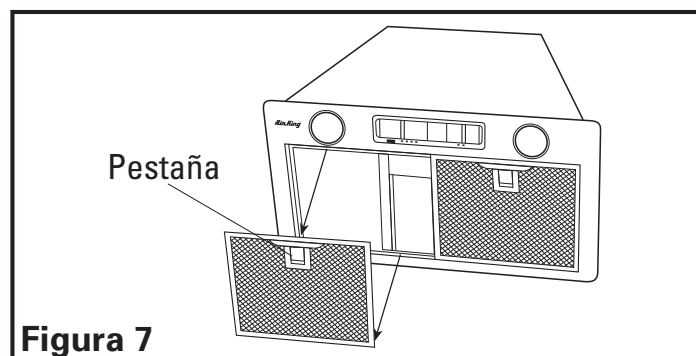

Figura 7
2. Para remover los filtros, hale la manilla de la pestaña hasta que el filtro salga de la unidad. Para volver a instalar, deslice la pestaña en la parte trasera del filtro en la ranura de la unidad. Mientras sostiene el sujetador del filtro, levante el filtro y coloque en su lugar y suelte el sujetador. El filtro debe quedar fijo en su lugar (Figura 7).